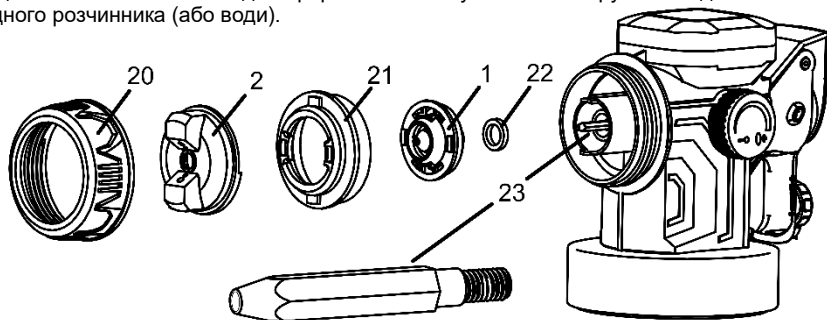

Рисунок 7
- Відкрутіть фіксувальну гайку форсунки (20, рисунок 7), витягніть регулятор орієнтації факела (2, рисунок 1 і 7), витягніть спрямовувальний корпус форсунки (21, рисунок 7), витягніть форсунку (1, рисунок 1 і 7) з кільцем (22, рисунок 7), відкрутіть голку форсунки (дюзу) (23, рисунок 7) ключем з комплекту постачання, очистьте їх за допомогою щітки та відповідного розчинника (або води). Дайте їм висохнути.